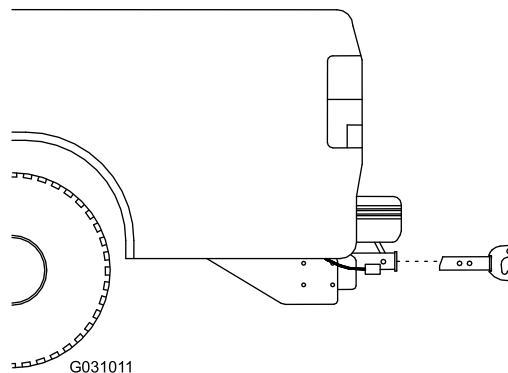

图 10
2. 将 RT3 挂钩滑入车辆的接收器挂钩并将撒布机挂钩上的第二个孔与车辆挂钩上的孔对齐图 10。